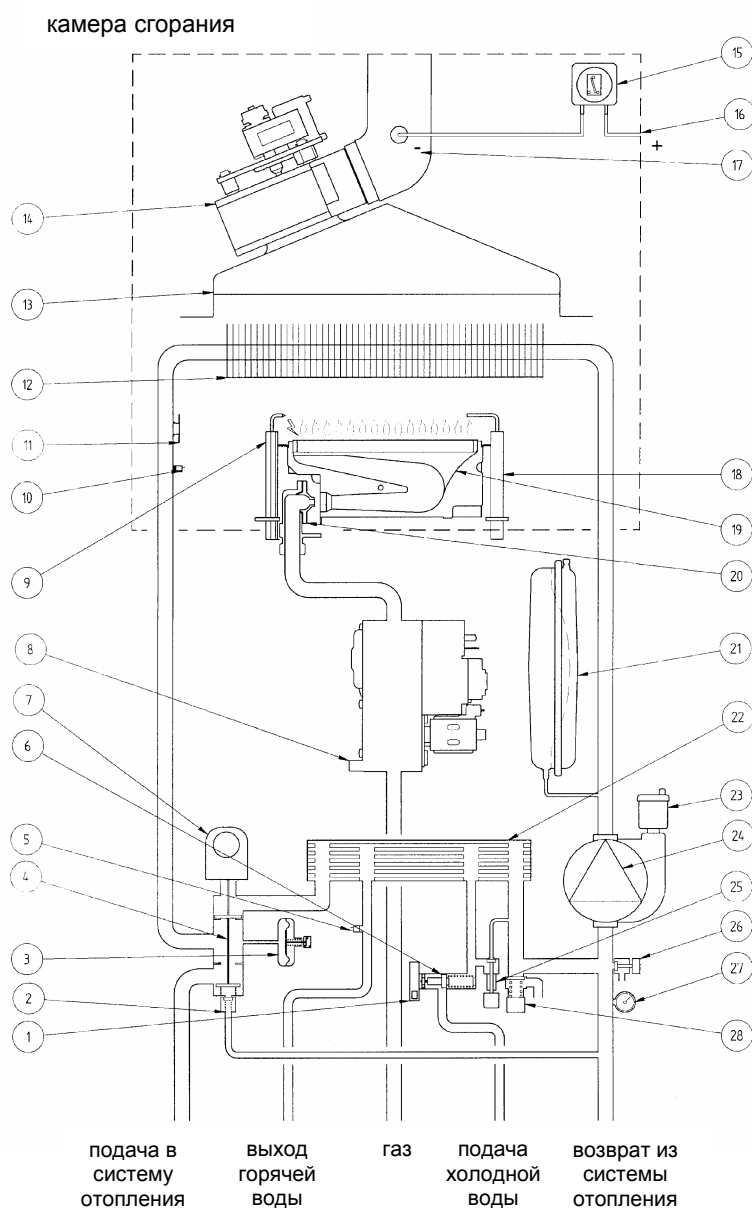
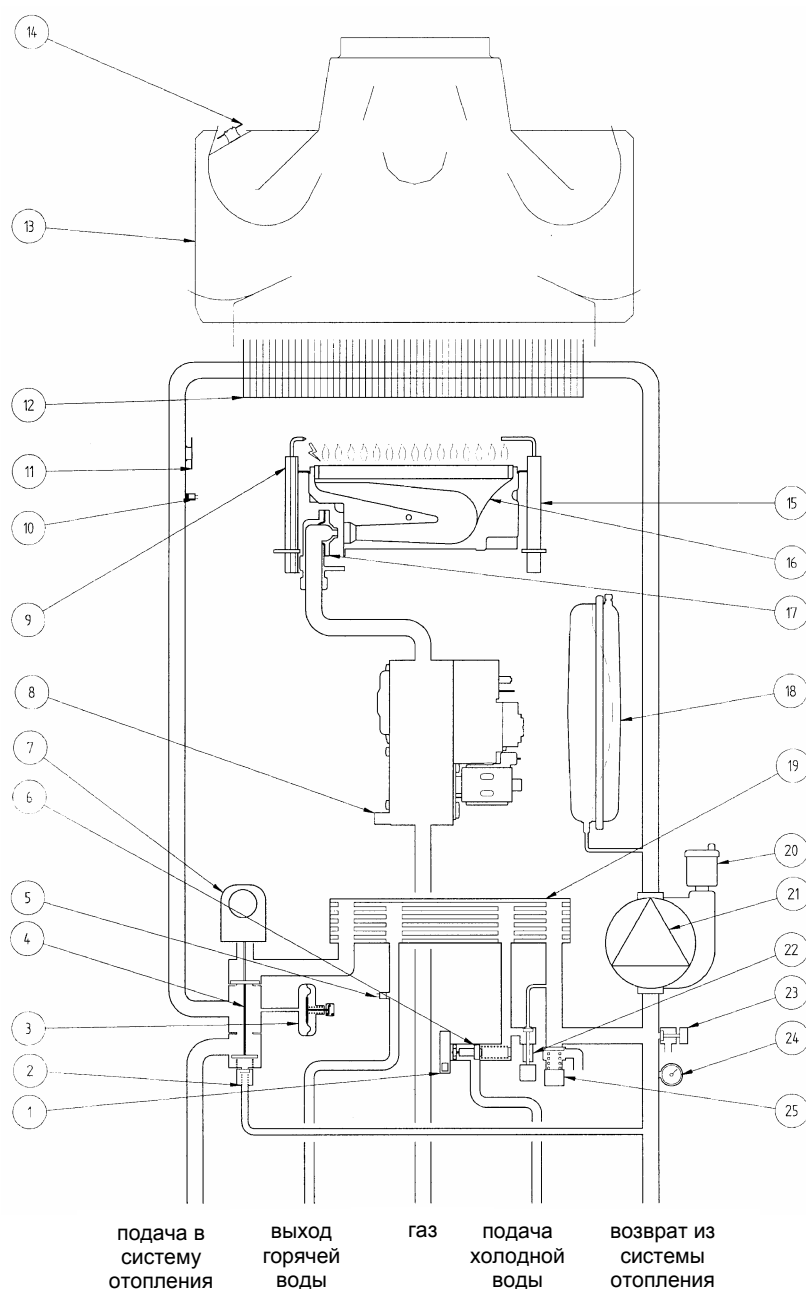

Рис.19
Рис.20
- **Датчик тяги (пневмореле)** (в моделях 240 Fi) данное устройство (позиция 15 Рис.19)-обеспечивает включение основной горелки при условии исправной работы вытяжного дымохода.
- **Термостат перегрева** - благодаря датчику (позиция 11 Рис.19 – 20), установленному на выходной трубе первичного теплообменника, в случае перегрева воды первичного контура прекращается подача газа в горелку. При этом котел останавливается. После устранения причины, вызвавшей блокировку, возможно повторное включение. Для этого необходимо кратковременно перевести переключатель режимов (Рис.2) в позицию (R).
Электрод для определения наличия пламени (позиция 18 Рис.19 и позиция 15 Рис.20), расположенный с правой части горелки, блокирует котел при нарушении подачи газа или неполном горении основной горелки.
- **Водяной сбросной клапан системы отопления** (позиция 28 Рис.19 и позиция 25 Рис.20) - настроен на давление 3 бар и установлен в системе отопления.